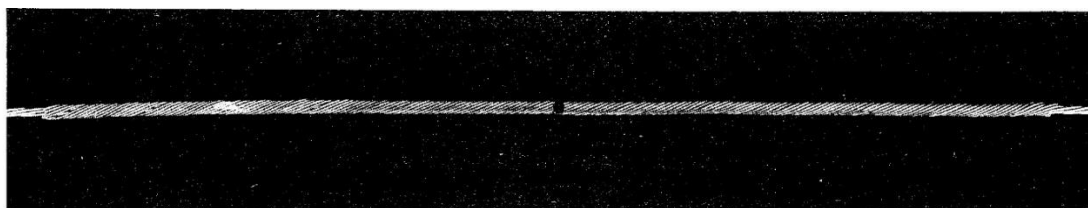

Рис. 13.
12. Готовый соединительный спиральный зажим показан на рис. 13. Края внешних повивов зажима легче усаживать, изгибая провод и вращая прядь, одновременно надавливая на них большим пальцем руки, до тех пор, пока они не будут полностью плотно посажены на провод.